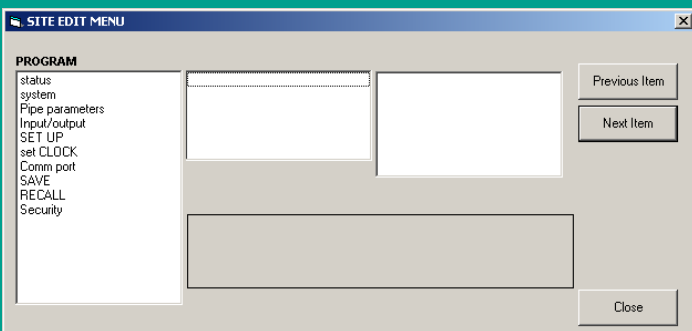

Figura 37: Janela do menu de edição do sítio
5. Para abrir um menu específico, faça duplo clique sobre esse menu na árvore. Por exemplo, se fizer duplo clique no menu de edição do sítio, abre-se uma janela semelhante à da figura 37.